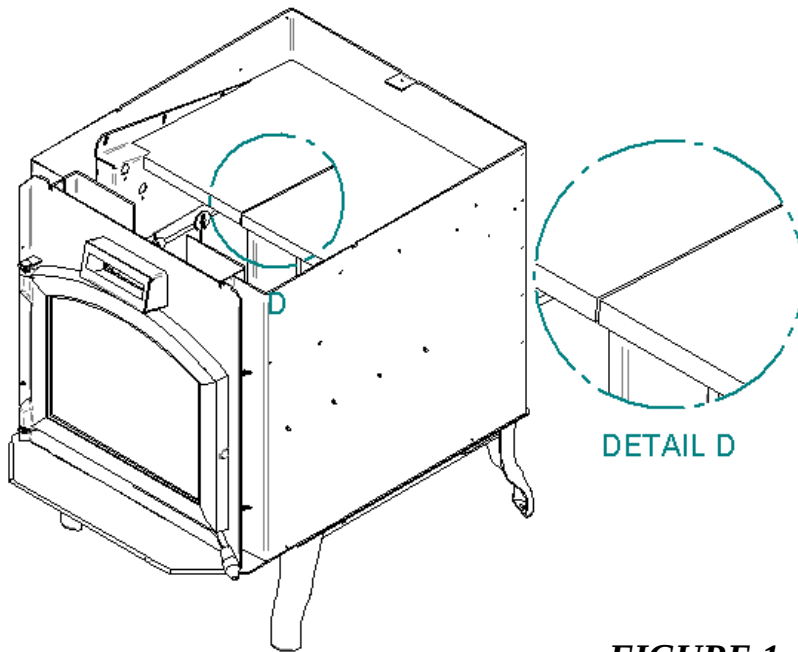

FIGURE 1
5. Fendre la laine dans le sens du plus court de sa longueur environs 12 pouces de long si ce n'est pas déjà fait pour l'insérer au dessus des briques. La fente doit être orientée vers l'avant du foyer (Voir Figure 1 ci-contre).
6. Fixer le support de tuyaux dans le foyer à l'aide de la vis à tête hexagonal fournit. (Voir figure 1 ci-contre).